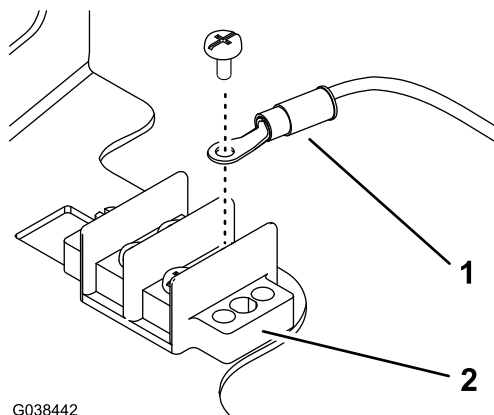

Figura 12
2. Monte o terminal de anel da cablagem no bloco terminal de ligação à terra (Figura 12).